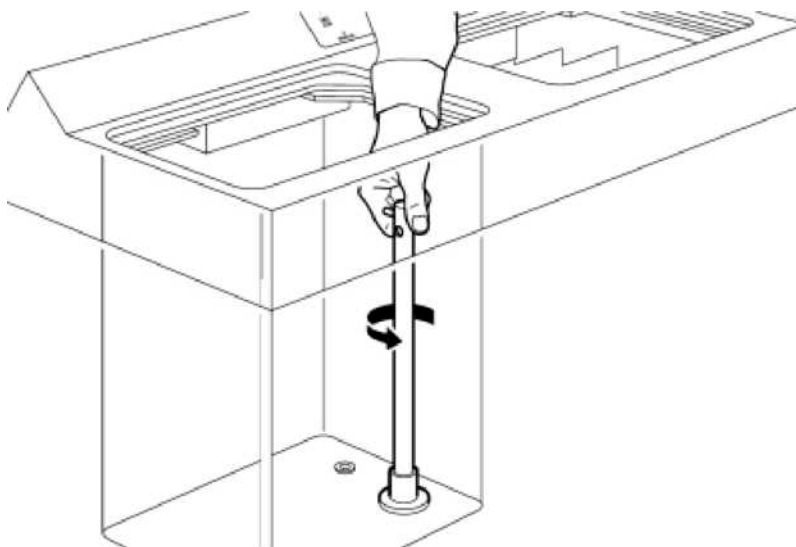

Рисунок 15. Откручивание предохранительных переливов
4. Вы можете удалить оставшийся подпиточный раствор, отвернув предохранительные переливы в O1/O2 (рис. 2). Чтобы сделать это, поверните предохранительные переливы влево (против часовой стрелки) (рис. 15).